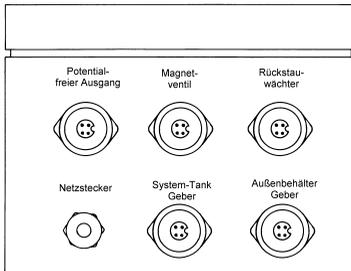

Bild 10
- Stecker vom Geber des Außenbehälters, z. B. Zisterne/Erdtank, in die entsprechende Steckdose der Hybrid-Steuerung stecken, siehe Bild 10.
- Stecker vom Geber des Systemtanks HST in die entsprechende Steckdose der Hybrid-Steuerung stecken, siehe Bild 10.
- Stecker vom Magnetventil in die entsprechende Steckdose der Hybrid-Steuerung stecken, siehe Bild 10.
- Stecker vom Rückstauwächter, als Zubehör erhältlich, in die entsprechende Steckdose der Hybrid-Steuerung stecken, siehe Bild 10.
- An den potentialfreien Ausgang können Alarm-Leuchte oder -Sirene angeschlossen werden, siehe Bild 10.